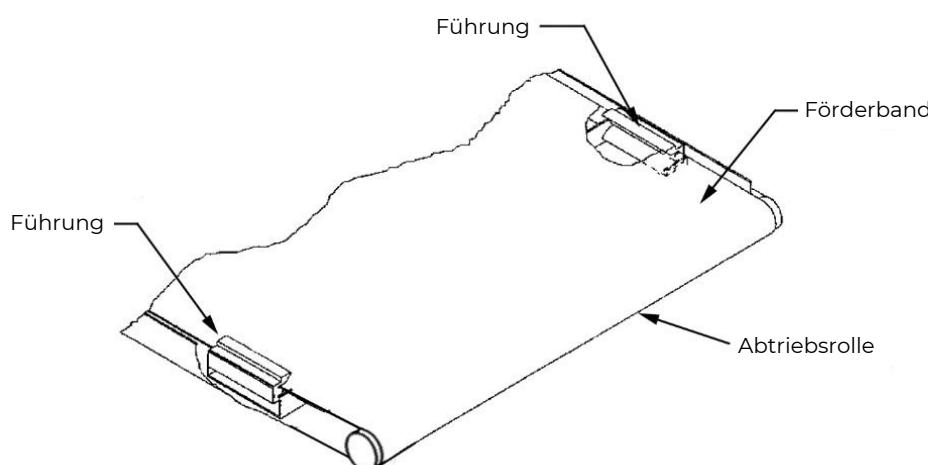

Abb. 11-1: Unterseite der Fördereinheit
6. Auf der Unterseite des Fördertisches sind U-förmige Kanäle angeschweißt. Die Nachführleinrichtung befindet sich auf der Innenseite des ersten U-Kanals auf der Zustellseite der Holzsleifmaschine (Abb.11-1). Die Rückseite der Nachführleinrichtung ist magnetisiert und haftet fest an der Seitenwand des Fördertisches. Die Nachführleinrichtung nicht installieren, wenn die Kante des Förderbands beschädigt oder eingerissen ist.